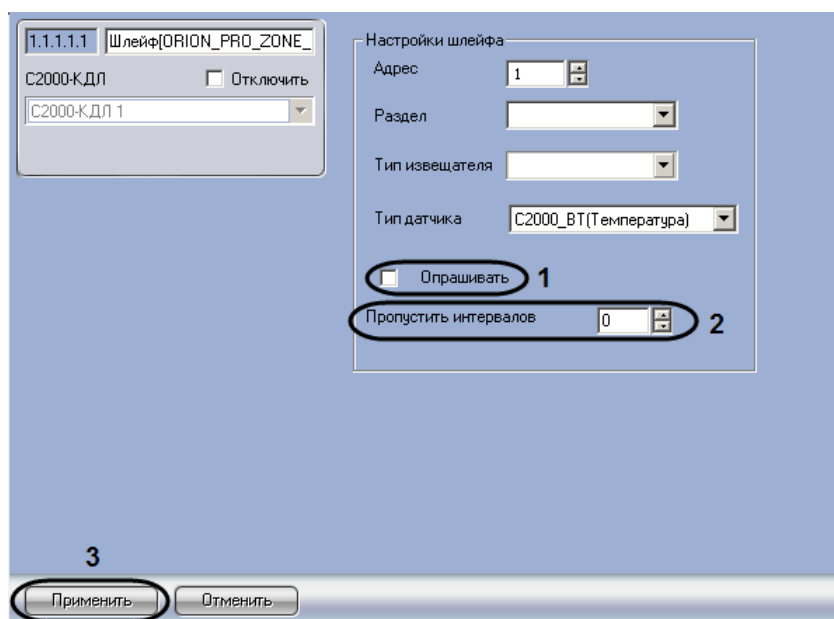

Рис. 3.3—11 Настройка опроса шлейфа контроллера C2000-КДЛ
- 4.2. В случае, если данный датчик не требуется опрашивать, необходимо снять флажок **Опрашивать** (Рис. 3.3—11, 1). В противном случае данный флажок должен быть установлен.
- 4.3. В случае, если датчик должен опрашиваться с большим интервалом, чем заданный в п.2, необходимо ввести в поле **Пропустить интервалов** число запросов при опросе, которое требуется пропустить (см. Рис. 3.3—11, 2).